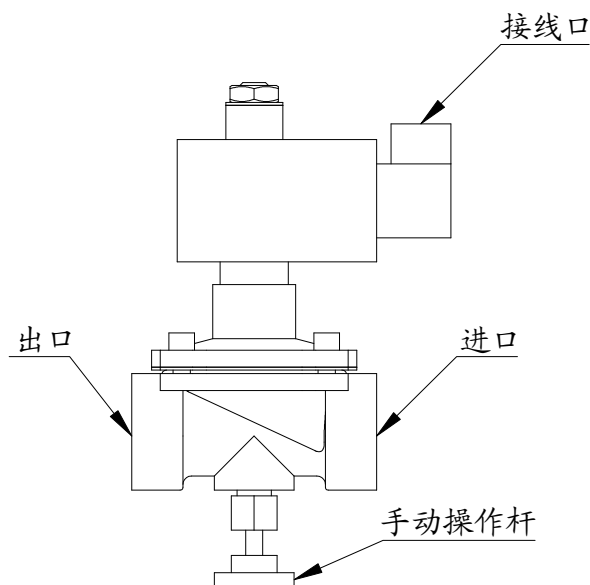

图6 水流电磁阀
5) 为了避免容器在运输、装卸过程中灭火剂误喷放, 在启动瓶阀出口处设置有防护装置, 装置上有小孔, 能使氮气均匀喷放而不产生较大的反冲力。如图 6 所示。